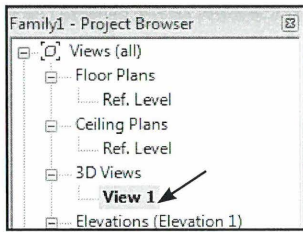

Fig. 06.43. Project Browser.
- Stå i *3D View* i *Project Browseren* (Fig. 06.43).